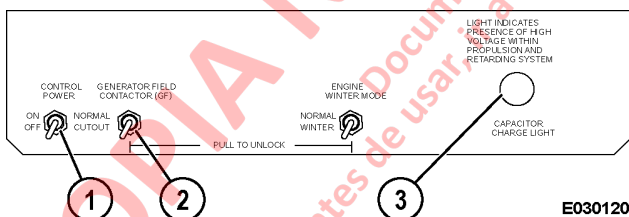

FIGURA 3-1. PANEL DE VISUALIZACIÓN DE INFORMACIÓN
6. Ubique el interruptor de corte GF (2, Figura 3-1) en el panel de acceso al lado izquierdo del gabinete de control principal. Colóquelo en la posición de CORTE (CUTOUT). Esto evitará que el alternador se vuelva a energizar y genere voltaje en el sistema hasta devolverlo a su posición previa.